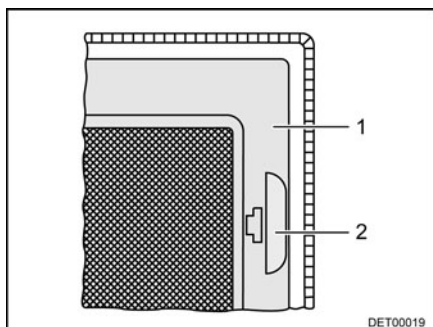

Fig. 61 Protección contra insectos
- Tirar del tirador (Fig. 61,2).
- Plegar hacia abajo la protección contra insectos (Fig. 61,1).
- Plegar hacia arriba la protección contra insectos (Fig. 61,1) hasta que engatille.